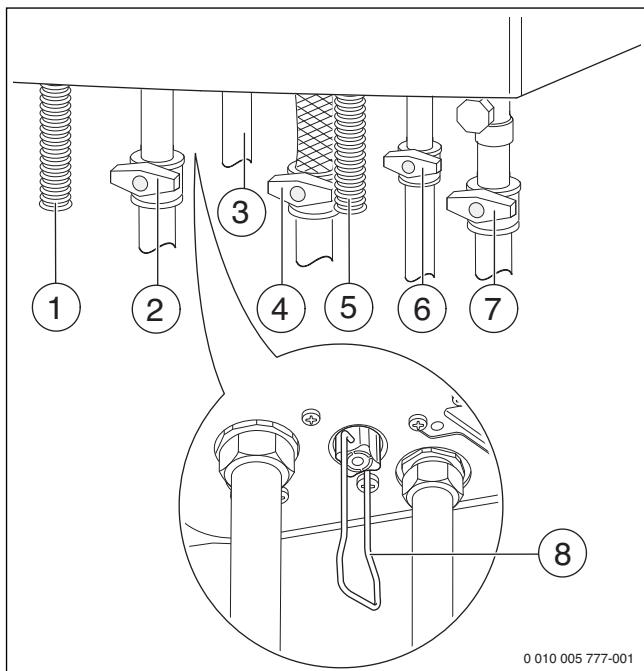

Рис. 26 Подключения газа и воды (дополнительная комплектация)
- ▶ Котлы WBC...DC: откройте кран холодной воды (→ рис. 26) и держите кран горячей воды открытый до тех пор, пока из него не потечёт вода.
- ▶ Откройте краны подающей и обратной линий отопления (→ рис. 26).
- ▶ Заполните отопительную систему до давления 1-2 бар (→ рис. 26) и закройте кран для заполнения и слива.